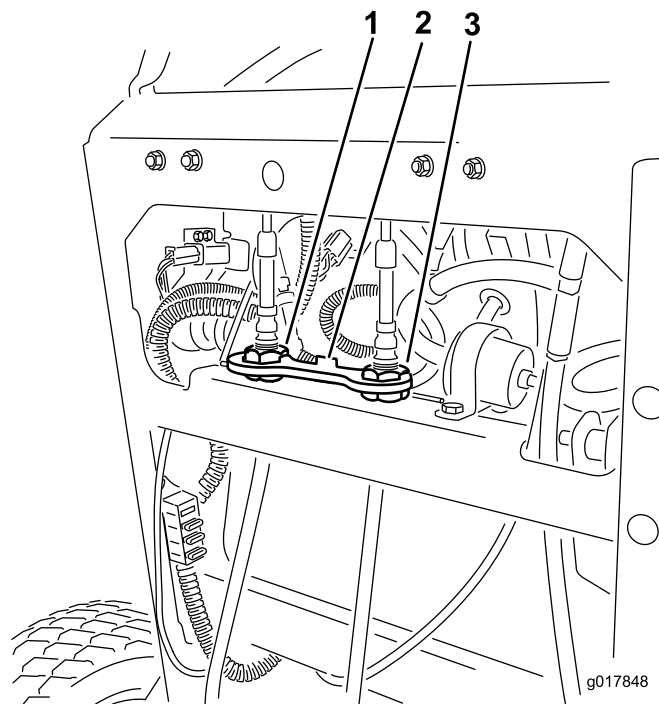

Figura 71
6. Instale o bloqueio do cabo nas porcas de ajuste do cabo para fixar o ajuste (Figura 71).